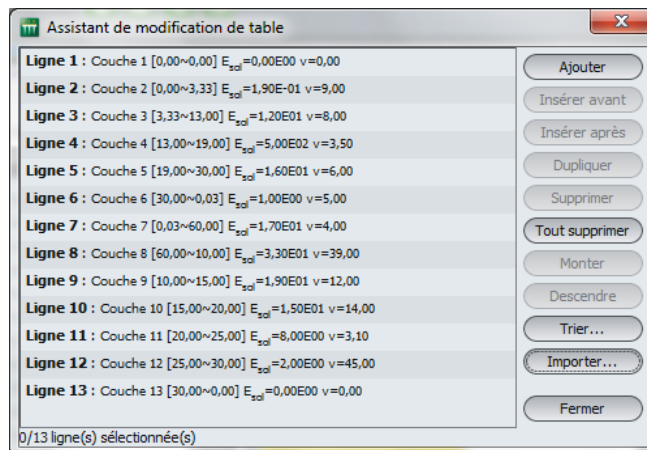

Figure C.36 : Assistant de modification de table après une procédure d'importation
5. Cliquer sur le bouton **Importer** dans la fenêtre 'Assistant d'importation', puis sur le bouton **Fermer** de la fenêtre 'Assistant de modification de table' (cf Figure C.36).